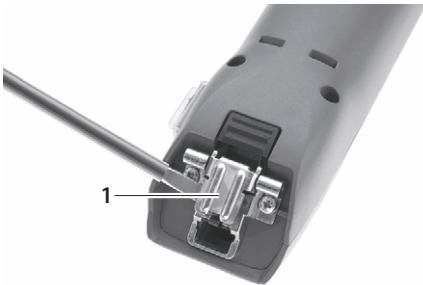

Fig. 1
- Si la bisagra del cabezal está cerrada: abrir la bisagra del cabezal 1 con un destornillador, ver Fig. 1.